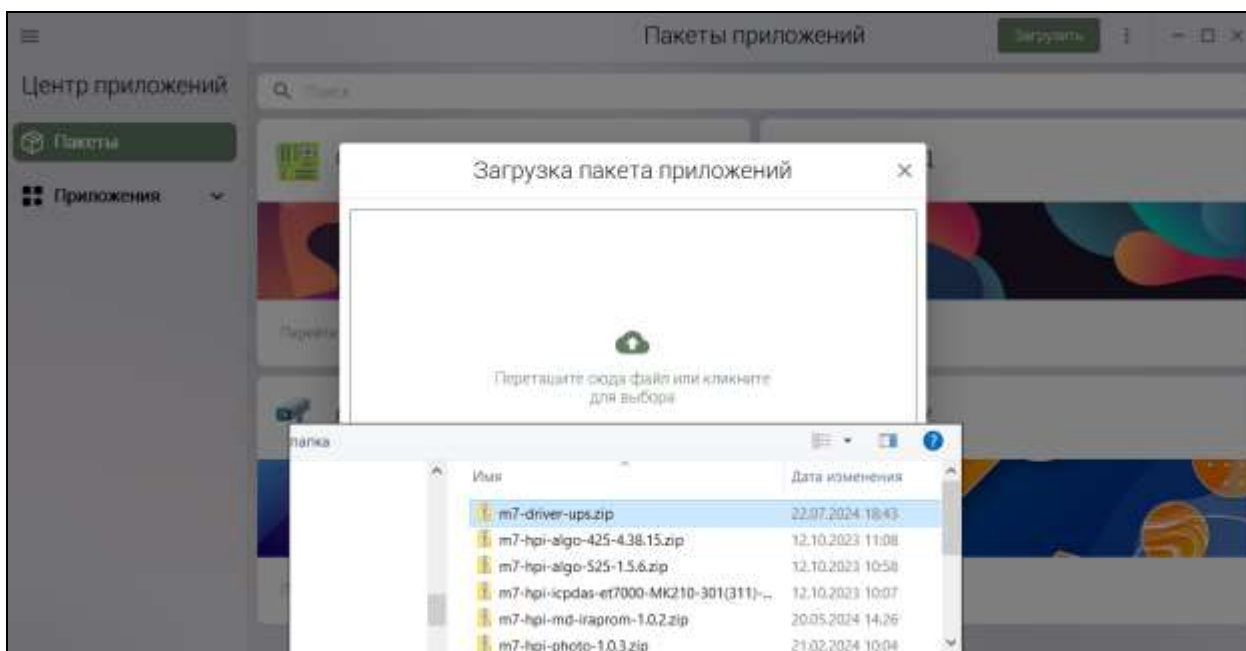

Рисунок 6 — Выбор загружаемого дистрибутива
– в открывшемся окне выбора файла указать путь к компоненту СПО (далее пакет) на дистрибутивном диске DVD-R ЦРПА.2.00397.01.00 «Специальное программное обеспечение интегрированного комплекса технических средств охраны «Равелин» (ДИСК 7/7) (Рисунок 6) и нажать кнопку [Открыть];